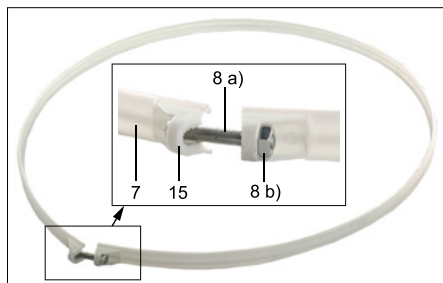

Fig.39: Montaggio nastro di fissaggio
6. Applicare quindi il rotore (8) sull'asse motore (12).
L'asse trasversale piccolo (14) all'estremità dell'asse motore deve trovarsi nell'incavo dell'attacco del rotore. Vedere Fig. 39 a).
7. Inserire il dado (9) sul rotore (8).
8. Serrare in senso orario, Fig. 39 b)